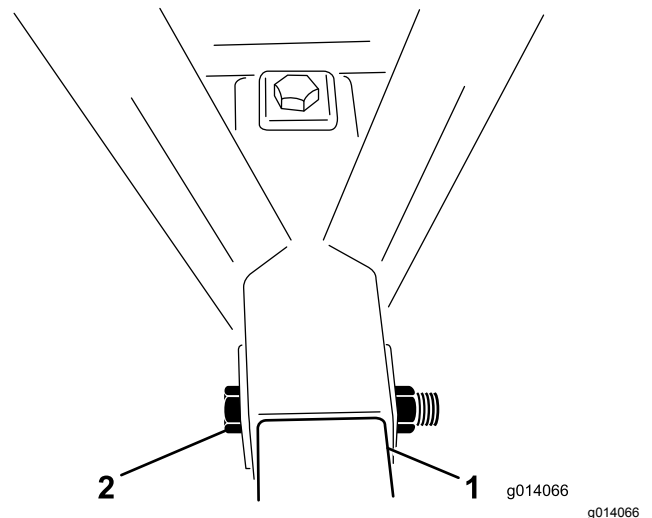

Figura 4
5. Coloque um parafuso (1 x 6½ pol.) através da estrutura e tubo de engate e instale uma porca de bloqueio (Figura 4). Aperte a porca de bloqueio com uma força de 976 a 1193 N·m.
6. Coloque um parafuso (1 x 6½ pol.) através do topo da estrutura e para baixo através do tubo de engate e prenda-o com uma porca de bloqueio (Figura 4). Aperte a porca de bloqueio com uma força de 976 a 1193 N·m.